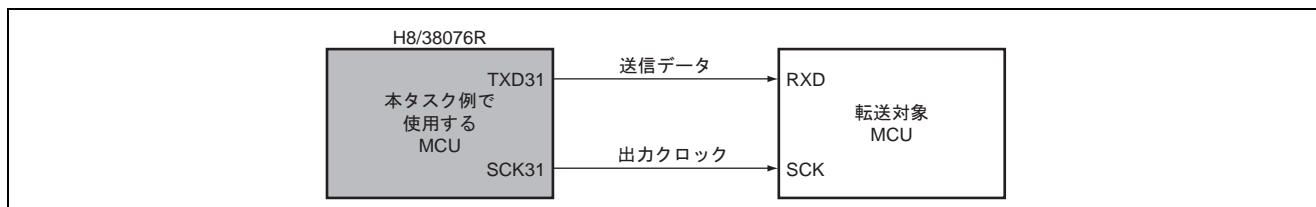

図 1 クロック同期式モードのシリアルデータ送信 (マスタ送信)
- 図 1 にクロック同期式モードのシリアルデータ送信 (マスタ送信) の接続例を示します。